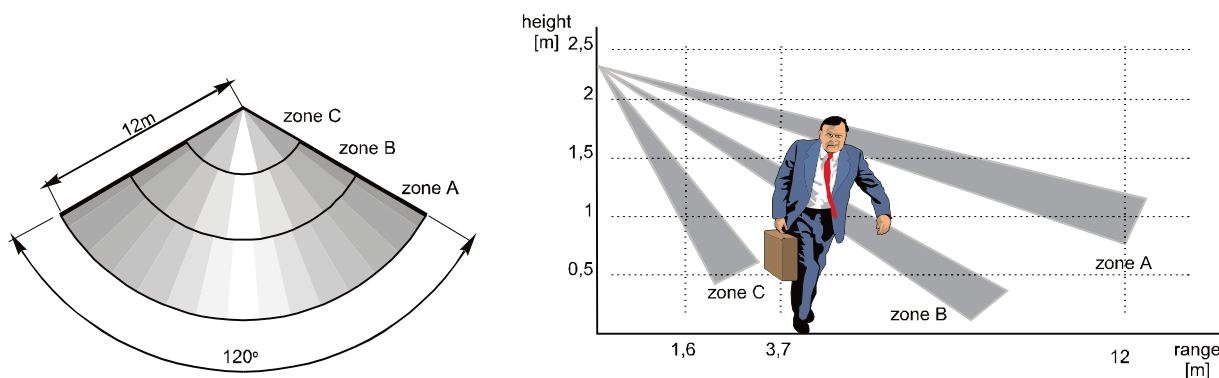

fig. 11
Utilizzando il supporto fornito, il rilevatore JA-60P può essere fissato sulla parete o in un angolo. Si consiglia di installarlo ad un'altezza che può variare da 2 a 2,5 metri dal pavimento. La portata del rilevatore può arrivare a 12 metri e presenta un angolo di rilevazione di 120° (vedi fig. 11). Non sistemate il rilevatore vicino ad una griglia per il riscaldamento o l'aerazione o vicino ad un oggetto che cambia spesso temperatura. Il JA-60P non deve essere collocato vicino ad elementi che generino un forte segnale elettromagnetico (trasmettitori, regolatori elettronici, ecc.). Evitate i punti con intensa circolazione di aria.
- Assicuratevi che il rilevatore copra l'area da proteggere che avete deciso (vedi diagramma nella fig. 11). Se vi serve un altro tipo di copertura (un lungo corridoio, un'area animali domestici), potete chiedere al vostro distributore delle lenti opzionali per il rilevatore.